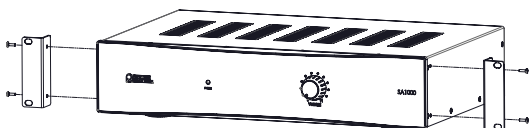

Figura 4
- Se possibile e/o richiesto dall'installazione, fissare le staffe per il montaggio su ogni lato della parte anteriore dell'amplificatore utilizzando le apposite viti. Fare riferimento alla Figura 4